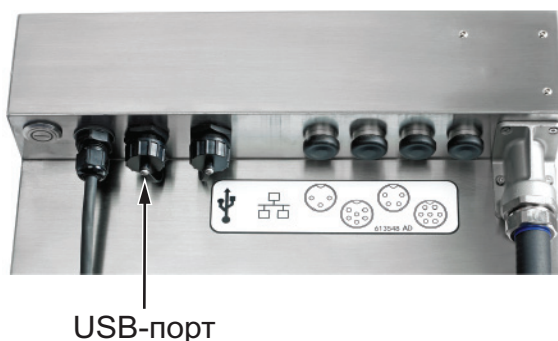

Рис. 4-12: Расположение USB-разъема
1. Найдите USB-порт на тыльной стороне принтера (см. Рис. 4-12) и вставьте USB-накопитель.